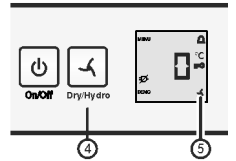

Fig. 3
- ▶ **hydro** einstellen: Taste dry/hydro Fig. 3 (4) drücken, bis das Symbol  angezeigt wird. Taste loslassen.
- ▷ Das Symbol dry/hydro Fig. 3 (5) leuchtet.
- ▶ **dry** einstellen: Taste dry/hydro Fig. 3 (4) drücken, bis das Symbol  erlischt. Taste loslassen.